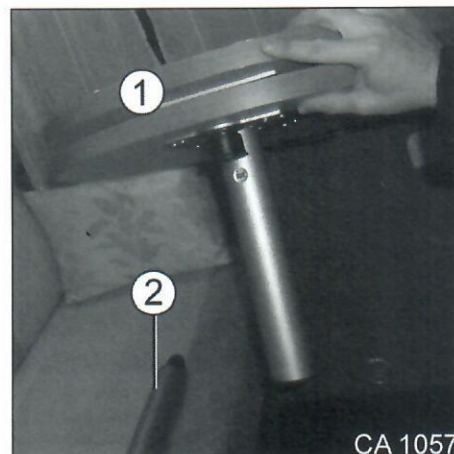

Abb. 14 Tisch entnehmbar
1. Tischplatte (Abb. 14, Pos. 1) anheben.
Achtung: Unteres Beinteil (Abb. 14, Pos. 2) ist nur eingesteckt und kann herausfallen.
2. Unteres Beinteil (Abb. 14, Pos. 2) entnehmen.
3. Tischplatte (Abb. 14, Pos. 1) mit beiden Händen greifen und entnehmen.
Achtung: Tischplatte (Abb. 14, Pos. 1) ist nur eingehängt und kann durch zu hohes anheben runter fallen.
1. Tisch (Abb. 14, Pos. 1) leicht anheben um die Verzahnung zu lösen.
2. In angehobener Stellung den Tisch (Abb. 14, Pos. 1) in die gewünschte Position schwenken.
3. Den Tisch (Abb. 14, Pos. 1) wieder absetzen und sicherstellen, dass die Verzahnung greift.
4. Den Tisch (Abb. 14, Pos. 1) mit einer Hand leicht anheben.
5. Das untere Beinteil (Abb. 14, Pos. 2) entfernen und sicher verstauen.
6. Den Tisch (Abb. 14, Pos. 1) mit beiden Händen greifen, anheben und aus der oberen Wandschiene entnehmen.
7. In leicht angewinkelter Stellung den Tisch (Abb. 14, Pos. 1) in die untere Wandschiene einhängen und wieder absetzen.